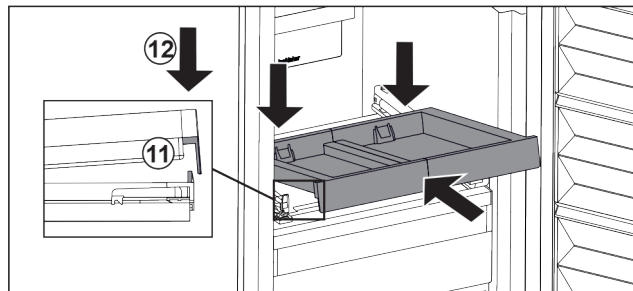

Fig. 93
- ▶ Вкарайте под ъгъл. Обърнете внимание на това, ограничителят и от двете страни да е зад езичето. Fig. 93 (11)
- ▶ Спуснете изтеглящата се дъска отпред. Fig. 93 (12)